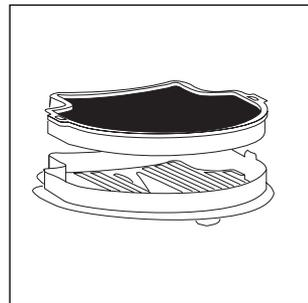

Fig. 20
- Estrarre il filtro posteriore (fig. 20).